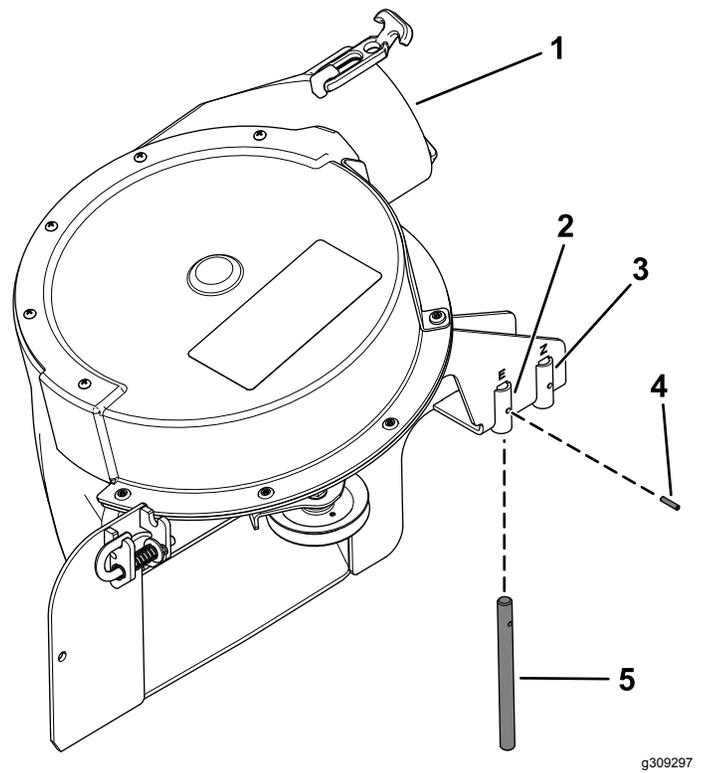

Figura 39
Verificate che il perno girevole sia fissato sul gruppo soffiatore nella posizione corretta (**Figura 39**).
- Se avete un piatto di taglio da 122 cm o 132 cm, montate il perno girevole nel foro anteriore (**Figura 39**).
- Se avete un piatto di taglio da 152 cm, montate il perno girevole nel foro posteriore (**Figura 39**).